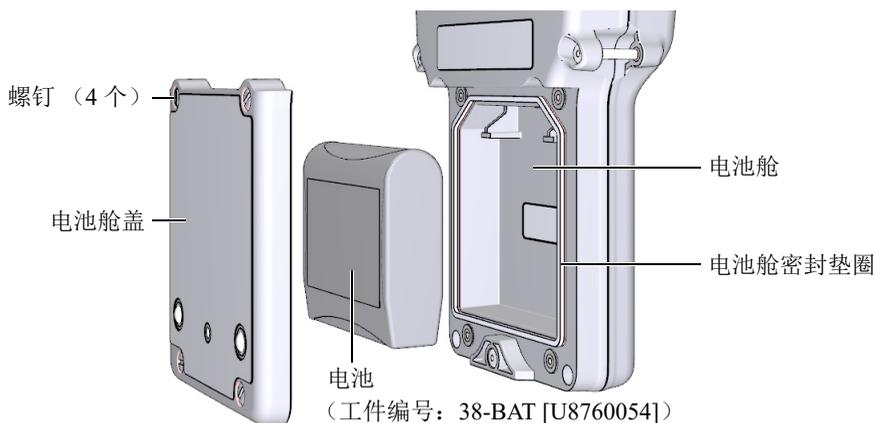

图 2-4 打开电池舱
电池位于 38DL PLUS 仪器后面板上的电池舱中（参见第 42 页的图 2-4）。
6. 拧下位于仪器后面板的电池舱盖上的 4 个螺钉（参见第 42 页的图 2-4）。